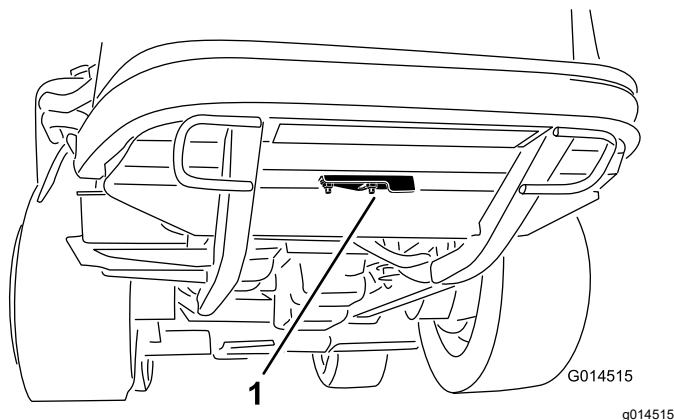

图 45
2. 松开将清扫孔盖固定到后机架下面的凸缘螺母图 45。将清扫孔盖旋转一侧露出机架内的清扫孔。